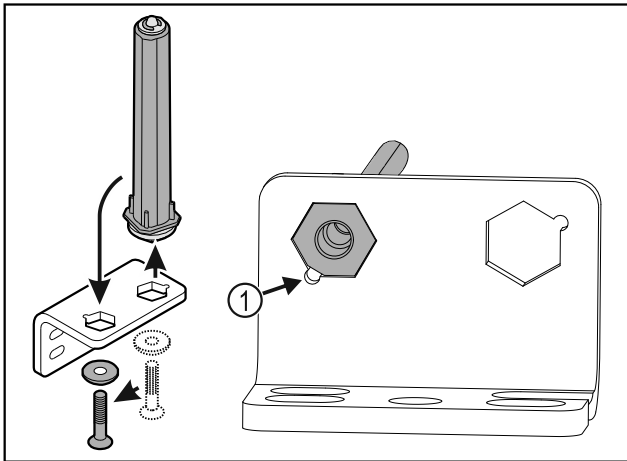

Fig. 22
- ▶ Βεβαιωθείτε ότι κατά την τοποθέτηση η λοξοτομή του πείρου είναι στραμμένη Fig. 22 (1) προς τη στρογγυλή οπή.